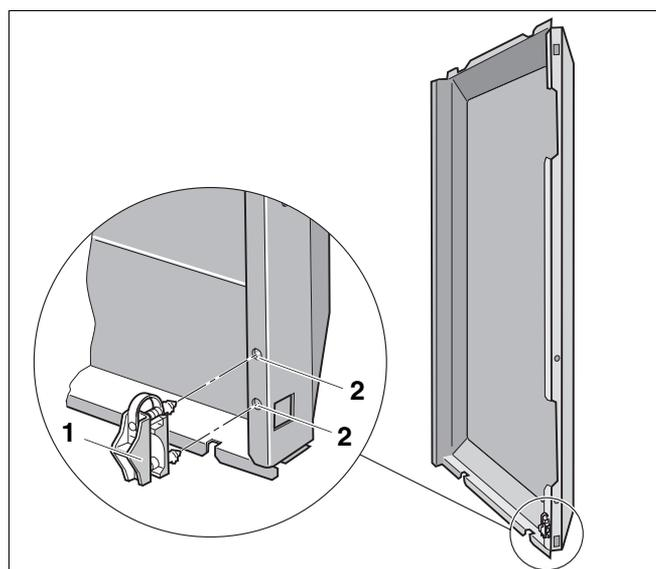

Abb. 14 Zugentlastung montieren
- Zugentlastung (Abb. 14, **Pos. 1**) in die vorgesehenen Bohrungen der Seitenwand (Abb. 14, **Pos. 2**) drücken.